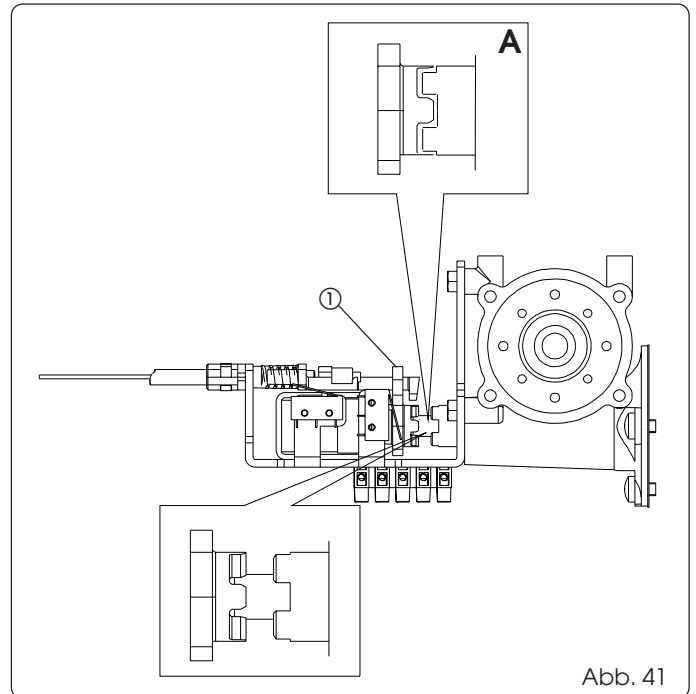

Abb. 41
- Den Hebel (Abb. 41 Bez. ①) mit der Hand zur Motorwelle drücken und dabei das ordnungsgemäße Eingreifen laut Abb. 41 Bez. A) prüfen.
- Den Hebel (Abb. 41 Bez. ①) vertikal bewegen und das Spiel zwischen der Kupplung der Motorwelle und der Motorsperre prüfen.